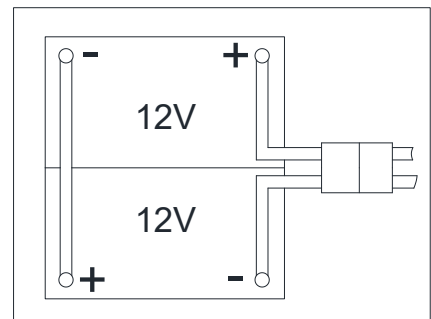

Рисунок 3
Машине необходимы две 12 В батареи, подключенные в соответствии с диаграммой (Рисунок 3).
1. Откройте крышку бака утилизации (1) и убедитесь, что бак утилизации (25) пустой; в противном случае слейте его при помощи сливного шланга. (22).
2. Закройте крышку бака утилизации (1).
3. Аккуратно переверните бак утилизации (25).
5. Направьте и установите кабель батарей, как показано на (Рисунок 3), затем аккуратно зафиксируйте гайку на каждом термине батареи.
6. На каждый терминал поместите защитный колпачок, затем подсоедините соединитель батарей (54).
7. Аккуратно опустите бак утилизации (25).